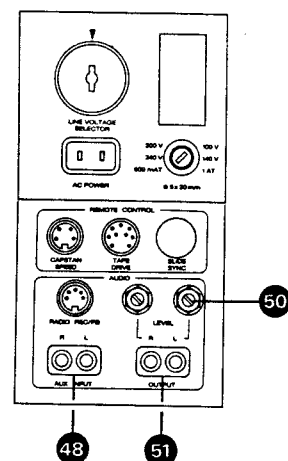

Fig. 6.4.-5
- Connect audio generator to both AUX INPUTs (48) in parallel.
- Connect audio millivoltmeter to OUTPUT (51).
- Effectuez les commutations selon la fig. 6.4.-3.
- Raccordez un générateur BF aux entrées AUX INPUT (48).
- Branchez un millivoltmètre à la sortie OUTPUT (51).
- Bedienungselemente nach Fig. 6.4.-5 einstellen.
- NF-Millivoltmeter an Ausgang (51) OUTPUT L anschließen.
- Wiedergabetaste PLAY drücken und an Justierschraube (P) auf Ausgangsspannungs-Maximum einstellen.